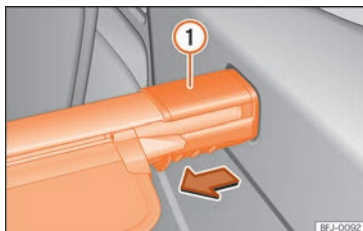

Fig. 120 Na bagageira: desmontar a chapeleira da bagageira.
- Pressione o suporte da cobertura »» **Fig. 120** ① no sentido da seta e mantenha-o nesta posição.
- Solte o suporte da cobertura »» **Fig. 120** ①.